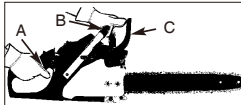

Fig. 10
3. Tag fat i det bageste håndtag (A) med højre hånd (Fig. 10).
4. Hold godt fast i det forreste håndtag med venstre hånd (B) (ikke i KÆDEBREMSEARMEN (C))(Fig. 10).
5. Tryk speederen 1/3 i bund, og aktiver herefter KÆDEBREMSEARMEN (C)(Fig. 10).